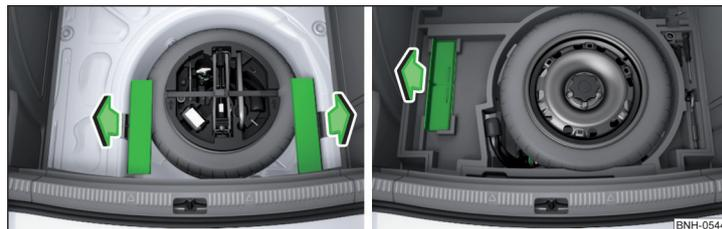
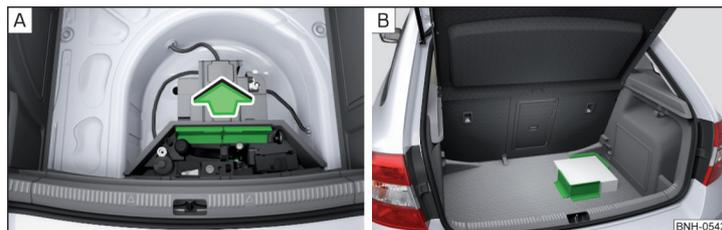

Fig. 95 Retirar los elementos de carga: Variante 1 / Variante 2
Fig. 96 Retirar los elementos de carga: Variante 3 / Ejemplo de fijación de la carga por medio del elemento de carga
- Para el **uso**, retirar los elementos de carga en el sentido de las flechas » fig. 95 y » fig. 96 - **A**.
- Fijar la carga por medio de los elementos de carga si es posible cerca de los asientos traseros » fig. 96 - **B**.